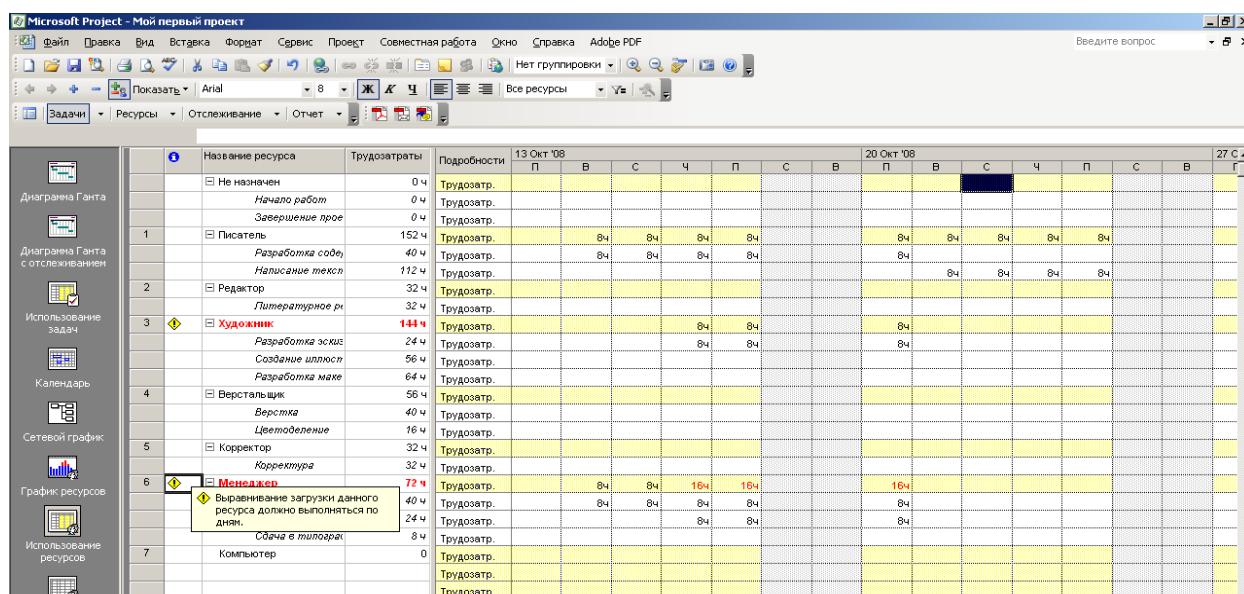

Рис. 2.44. Сообщение о перегрузке ресурса Менеджер
- Установите указатель мыши на значке  в строке ресурса Художник. На экране появится сообщение о том, что данный ресурс перегружен, и рекомендация исправить эту ситуацию (рис. 2.44).